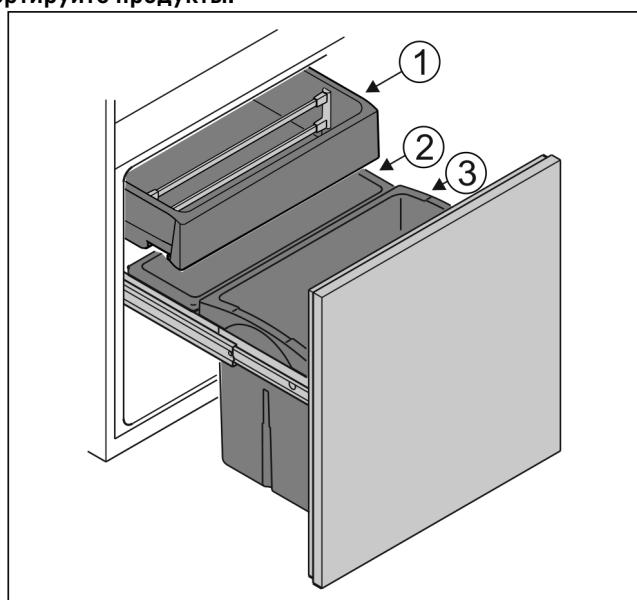

Fig. 4
- Резервуар *Fig. 4 (1)*: Вложить неупакованные южные фрукты и овощи.
- Резервуар *Fig. 4 (2)*: Вложить неупакованные мелкие фрукты и овощи.
- Резервуар *Fig. 4 (3)*: Вставить отдельные бутылки.